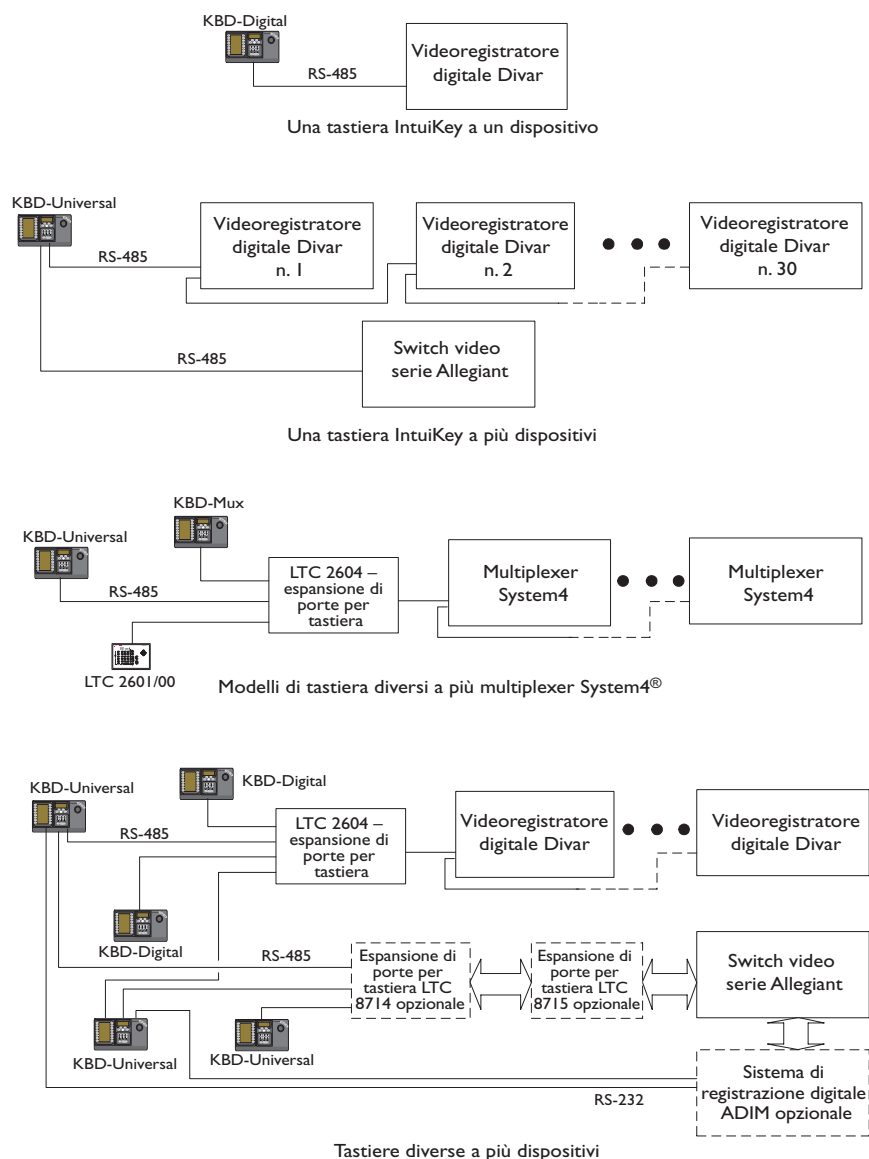

FIGURA 2-1 Configurazioni di base del sistema IntuiKey
La tastiera IntuiKey è in grado di controllare simultaneamente fino a trenta (30) multiplexer/DVR e un (1) selettore video. Vedere la FIGURA 2-1 per lo schema di una configurazione di base del sistema IntuiKey con questi componenti. Se si deve collegare più di una tastiera IntuiKey a un unico multiplexer o a gruppo di multiplexer collegati a "margherita", è necessario aggiungere un'unità di espansione multiporte per tastiera.